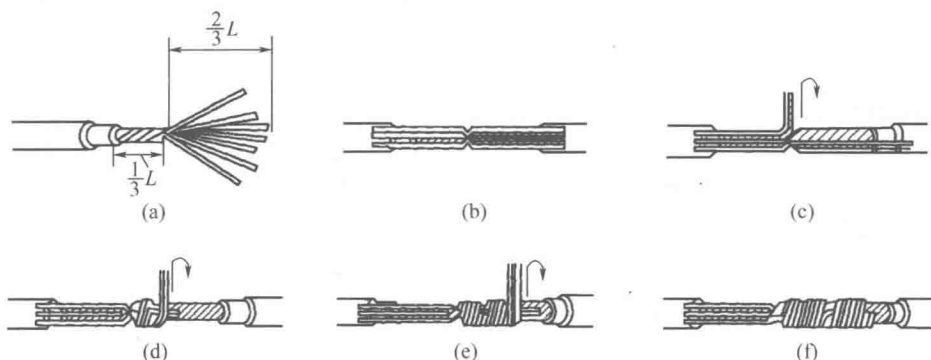

图 1-17 7 芯铜线的直线连接
(1) 先将剖去绝缘层的芯线头散开并拉直,然后把靠近绝缘层约 $1/3$ 线段的芯线绞紧,接着把余下的 $2/3$ 芯线分散成伞状,并将每根芯线拉直,如图 1-17(a)所示。
(2) 把两个伞状芯线隔根对叉,并将两端芯线拉平,如图 1-17(b)所示。
(3) 把其中一端的 7 股芯线按两根、三根分成三组,把第一组两根芯线扳起,垂直于芯线紧密缠绕,如图 1-17(c)所示。
(4) 缠绕两圈后,把余下的芯线向右拉直,把第二组的两根芯线扳直,与第一组芯线的方向一致,压着前两根扳直的芯线紧密缠绕,如图 1-17(d)所示。
(5) 缠绕两圈后,也将余下的芯线向右扳直,把第三组的三根芯线扳直,与前两组芯线的方向一致,压着前四根扳直的芯线紧密缠绕,如图 1-17(e)所示。
(6) 缠绕三圈后,切去每组多余的芯线,钳平线端,如图 1-17(f)所示。
(7) 除了芯线缠绕方向相反,另一侧的制作方法如图 1-17 相同。